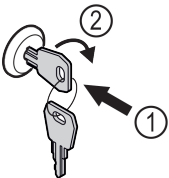

Fig. 123 Példaként szolgáló ábrázolás
- ▶ Dugja be a kulcsot Fig. 123 (1).
- ▶ Forgassa el a kulcsot 90°-kal az óramutató járásával megegyező irányba Fig. 123 (2).